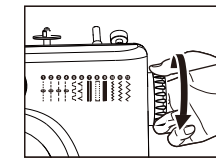

Abb.10
7. Wenn das Nähen abgeschlossen ist, schalten Sie den Schalter aus, ziehen Sie den Adapter, drehen Sie das Handrad, um die Nadel nach oben zu heben, heben Sie den Pressfuß, dann entfernen Sie vorsichtig das Tuch von der Nähmaschine und schneiden Sie den Faden mit einem Fadenschneider. (Abb. 10).